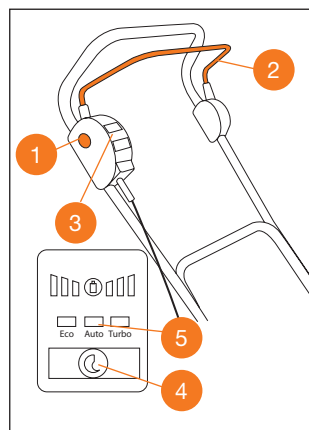

Рис. 13
- Выберите необходимый режим работы на панели управления ③.
- Нажмите кнопку блокировки включения ① и прижмите рычаг включения двигателя ② к рукоятке (Рис. 13). Двигатель заработает и нож начнёт вращение.
- Отпустите кнопку блокировки включения ① и приступайте к работе с изделием.
- Для остановки двигателя, отпустите рычаг включения двигателя ②.
Газонокосилка имеет 3 режима работы: **Eco**, **Auto**, **Turbo**. Для смены режима работы, нажимайте кнопку переключения ④. На панели управления отобразится выбранный режим газонокосилки ⑤ (Рис. 13).